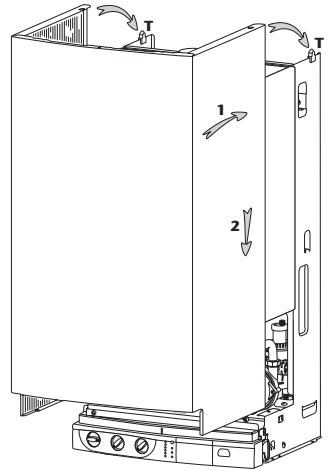

Fig. 20
- présenter l'habillage (fig. 20),